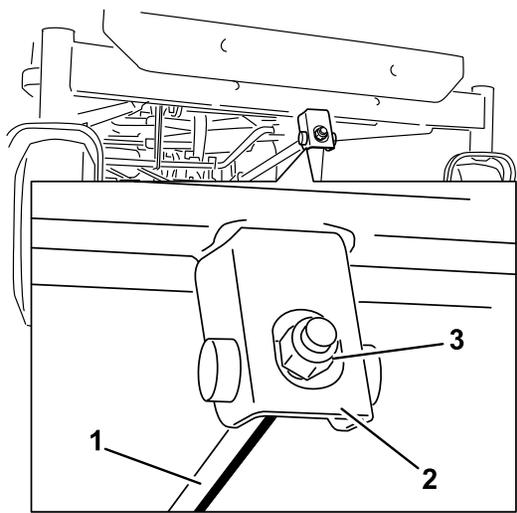

Figura 61
6. Para ajustar la inclinación longitudinal, gire la tuerca de ajuste de la parte delantera del cortacésped (Figura 61).